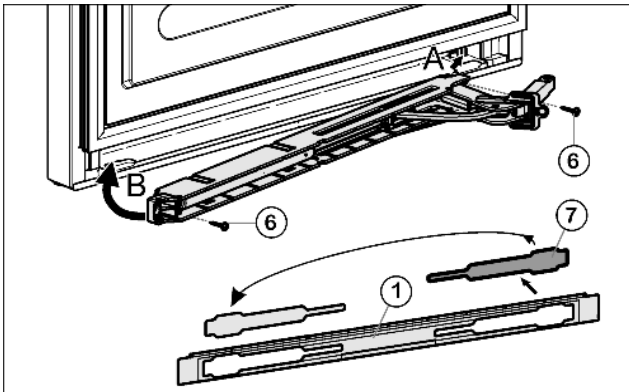

Fig. 12
- ▶ Освободите крышку Fig. 12 (7) из накладки Fig. 12 (1) и снова установите её на другой стороне.
- ▶ Прикрутите (2 шт. Torx 15) Fig. 12 (6) узел амортизатора закрытия дверцы.